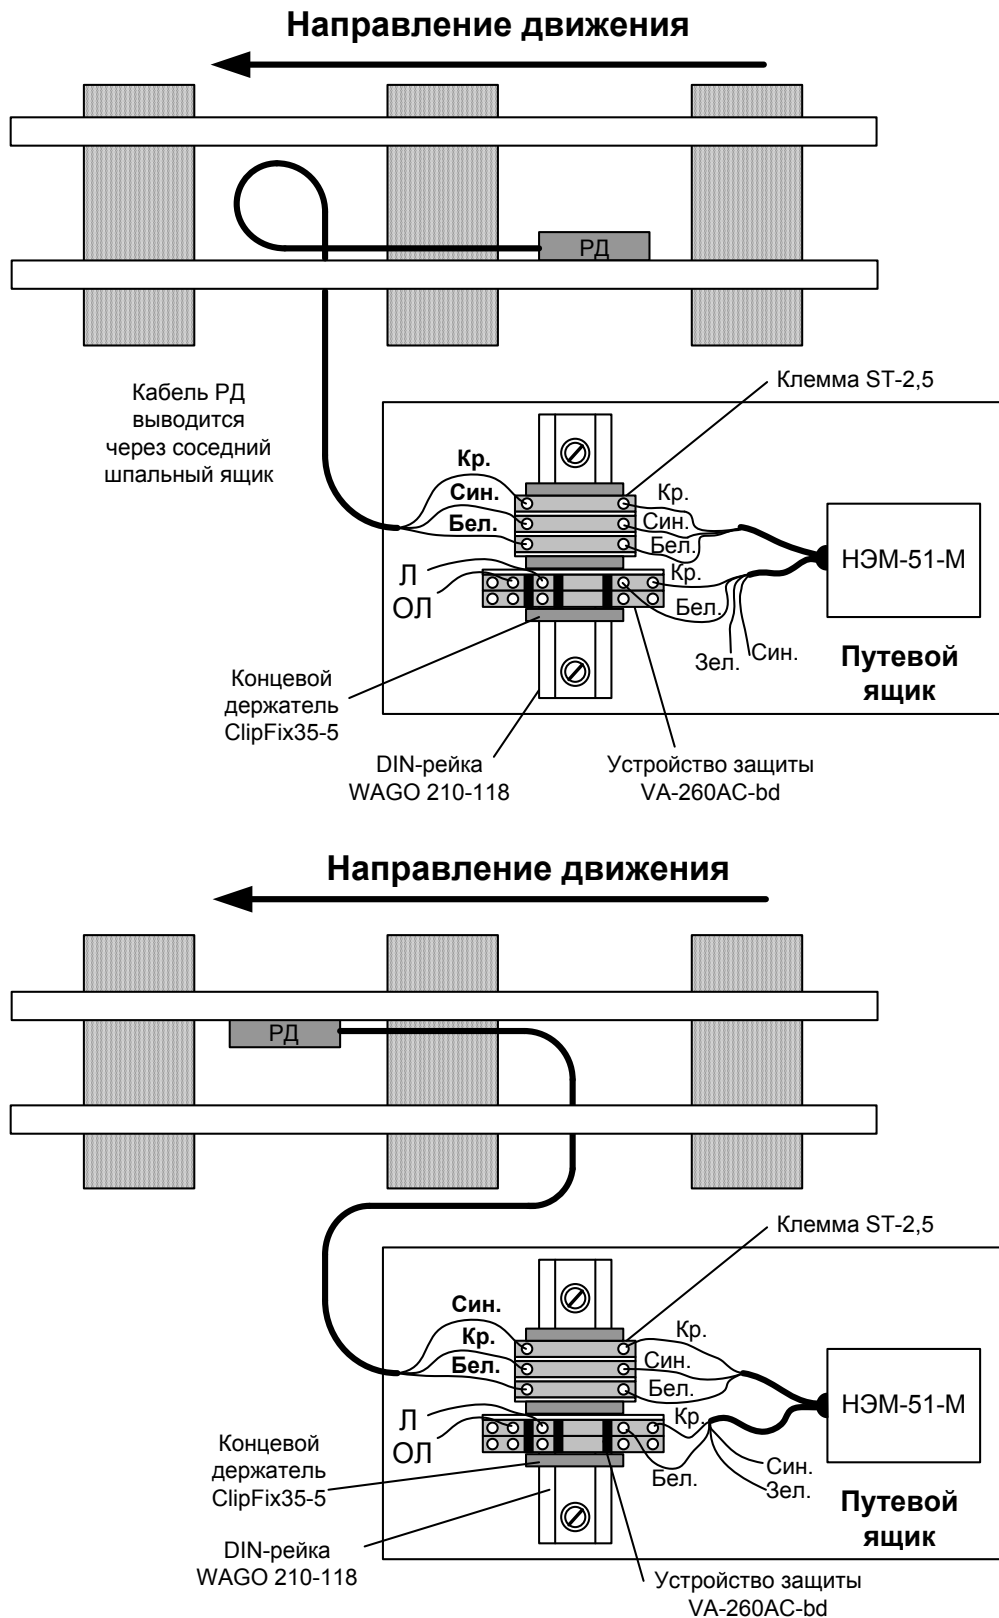

Рис.1. Подключение НЭМ в зависимости от установки рельсового датчика (РД)
- произвести переключение жил монтажных проводов (во избежание перепутывания жил монтажных проводов модуля необходимо производить их поочередное отключение и подключение к клемме ST-2,5 и устройству защиты VA-260ACbd (примеры подключения НЭМ изображены на рис.1));